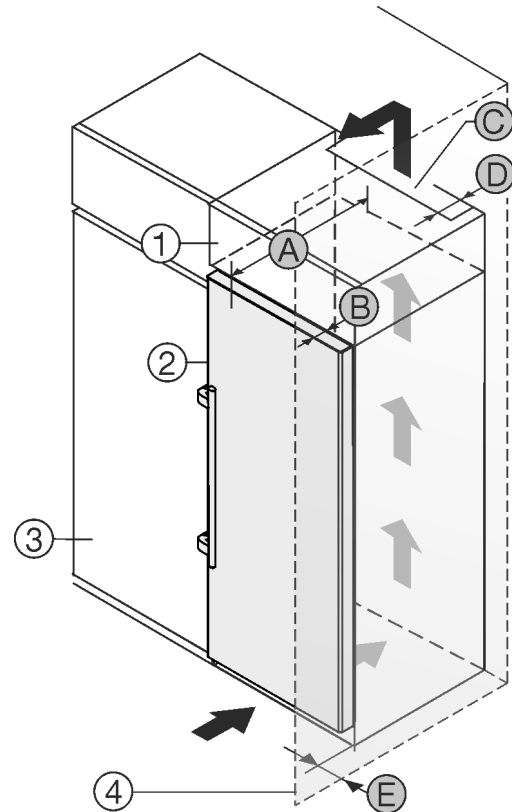

Fig. 2
Μπορείτε να τοποθετήσετε τη συσκευή ακριβώς δίπλα από το ντουλάπι κουζίνας Fig. 2 (3).\*
Στην πίσω πλευρά του επικαθήμενου ντουλαπιού πρέπει να υπάρχει ένα κενό εξαγωγής αέρα με βάθος Fig. 2 (D) σε όλο το πλάτος του επικαθήμενου ντουλαπιού.\*
Κάτω από την οροφή του δωματίου πρέπει να τηρείται η διατομή εξαερισμού Fig. 2 (C).\*
Εάν τοποθετήσετε τη συσκευή με τους μεντεσεδες δίπλα σε κάποιον τοίχο Fig. 2 (4), τότε πρέπει η απόσταση ανάμεσα στη συσκευή και στον τοίχο να ανέρχεται σε τουλάχιστον 57 mm. Αντιστοιχεί στην προεξοχή της χειρολαβής όταν η πόρτα είναι ανοιχτή.\*
Για να μπορείτε να ανοίγετε τελείως την πόρτα, πρέπει η συσκευή να προεξέχει κατά το βάθος της πόρτας Fig. 2 (B) από την πρόσοψη του ντουλαπιού κουζίνας. Η συσκευή μπορεί να προεξέχει περισσότερο, ανάλογα με το βάθος των ντουλαπιών κουζίνας Fig. 2 (3) και την χρήση αποστατών τοίχου.\*